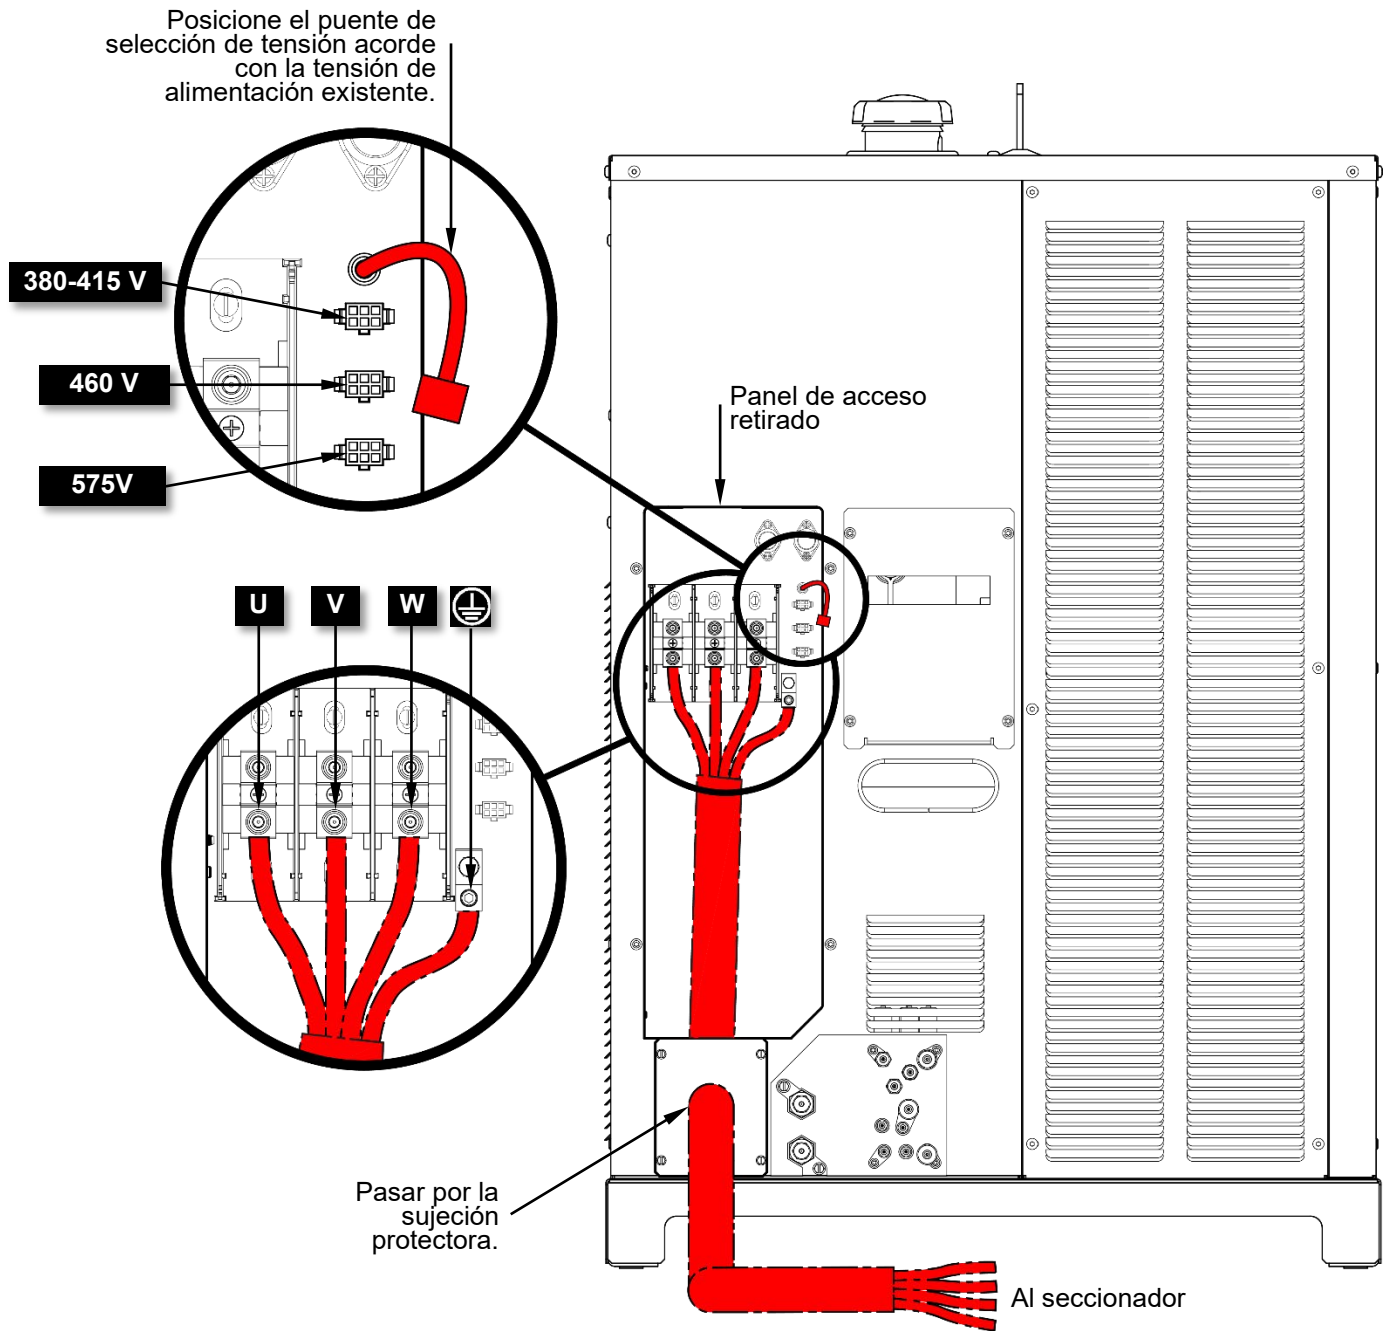
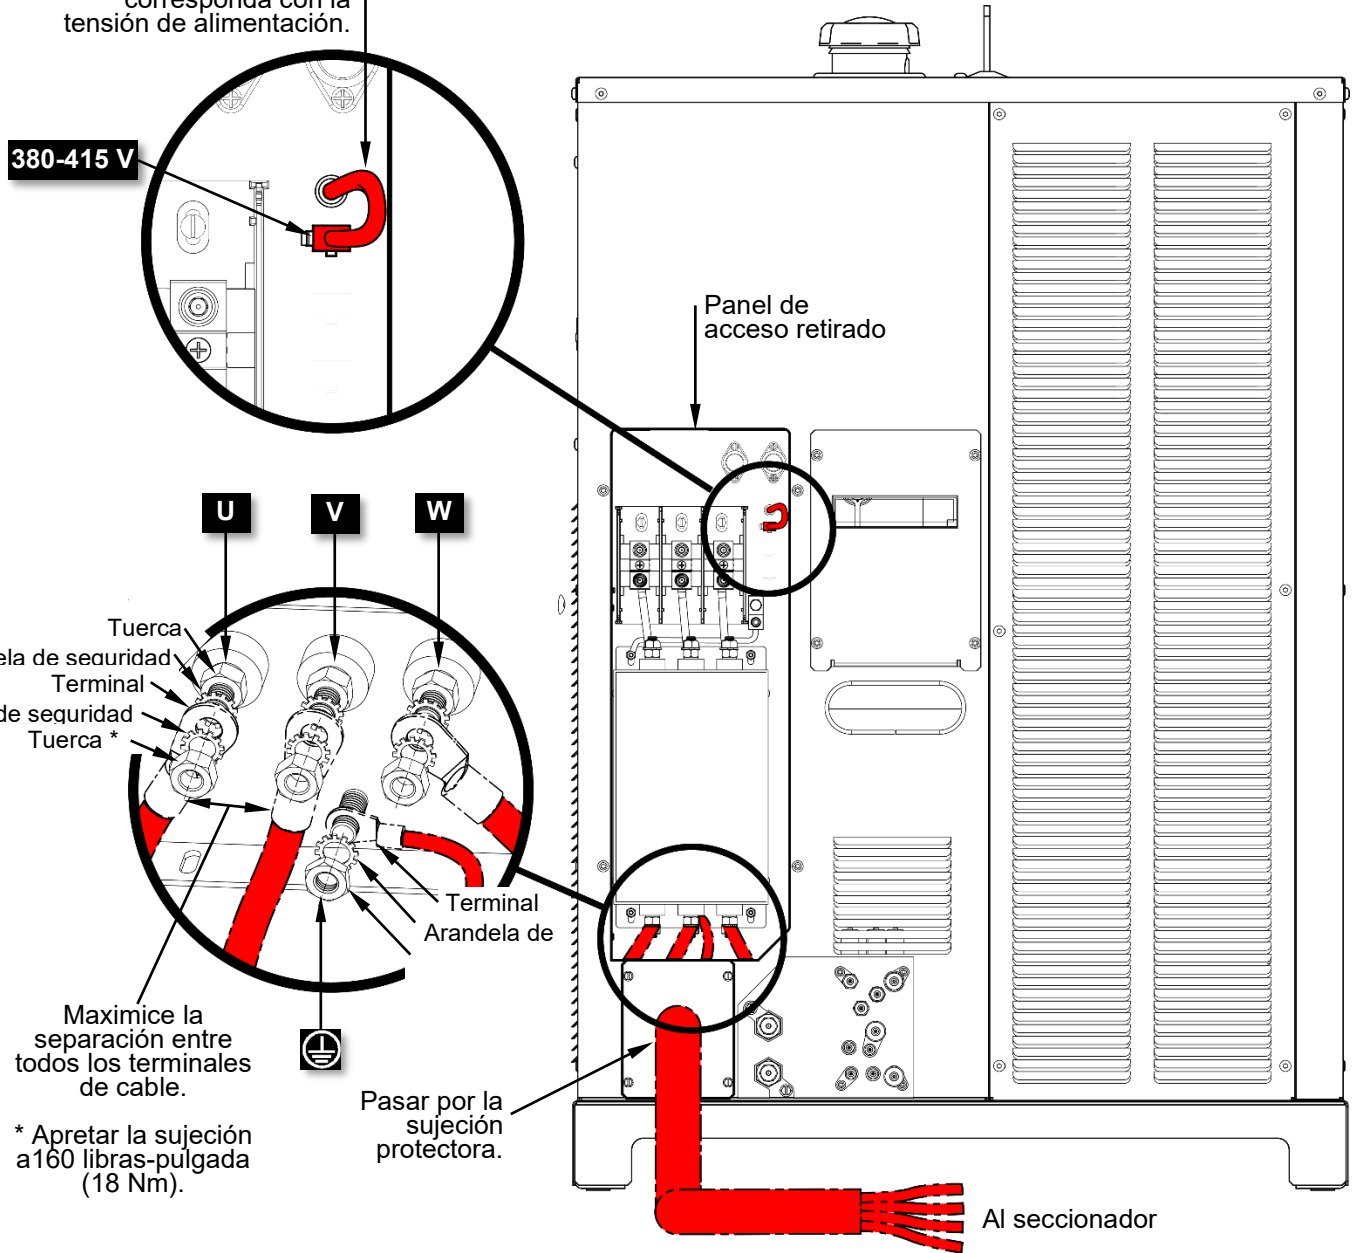

Figura 3: Conexiones de alimentación primaria para K4910-1
Figura 4: Conexiones de alimentación primaria para K4910-2
Retire el panel de acceso como se muestra en Figura 3 o Figura 4; vuelva a instalarlo una vez finalizada la instalación.
- 1) Para el modelo de fuente de potencia K4910-1, posicione el puente de selección de tensión acorde con la tensión de alimentación existente en la planta; consulte Figura 3. El modelo K4910-2 solo tiene una selección de tensión posible y el puente viene posicionado de fábrica; consulte Figura 4.
- 2) Los cables de suministro y los terminales son proporcionados por el OEM o el usuario final. Pase los cables flexibles de alimentación a través de la sujeción protectora de la parte posterior de la fuente de potencia y conéctelos como se muestra en Figura 3 o Figura 4. Si los cables se tienden dentro de un conducto, instale el conducto en lugar de la sujeción protectora y conecte los cables de suministro como se ha descrito anteriormente. Los cables de alimentación no deben pasar en ningún caso por la abertura del armario de la fuente de potencia sin un conducto o una sujeción protectora, según los códigos locales y nacionales.